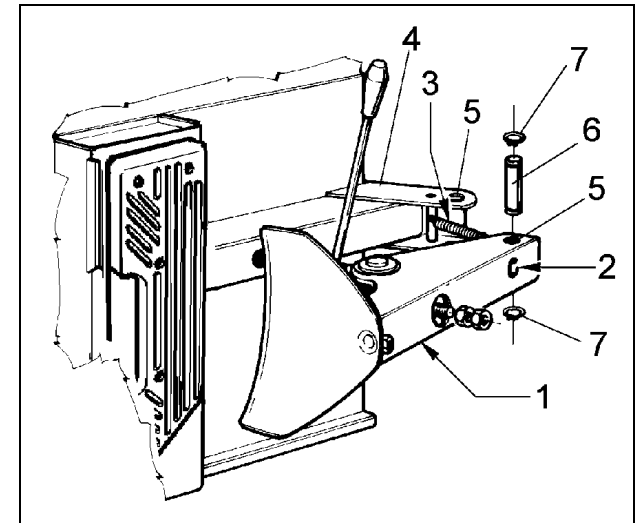

Fig. 6
P. Place the bead breaker arm #1 (Fig.6) on the arm support #4. Holes #5 for the arm and arm support must match. Grease pin #6. Lock arm #1 to support #4 with pin #6 and ring #7.
Q. Attach spring #3 (Fig.6) to the hook on the frame and attach it to hook #2 on bead breaker arm.
P. Positionner le bras détalonneur #1 (Fig.6) dans son support #4. Les trous #5 du bras détalonneur et du support doivent coïncider. Graisser le goujon #6, l'introduire dans le trou #5 et le bloquer aux deux extrémités avec les deux bagues #7.
Q. Accrocher le ressort #3 (Fig.6) au support #4 et dans le trou #2 sur le bras détalonneur.